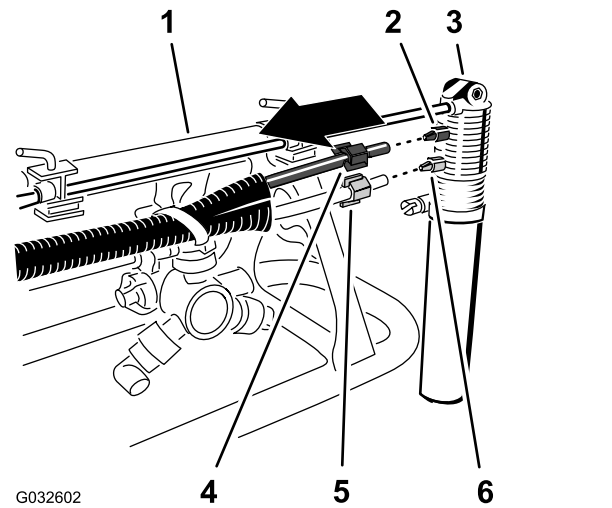

Figura 19
2. En el marcador de espuma, afloje la tuerca de compresión que sujeta el tubo azul (agua) al acoplamiento de compresión azul de la boquilla del marcador de espuma (Figura 19).
3. Afloje la tuerca de compresión que sujeta el tubo transparente (aire) al acoplamiento de compresión blanco de la boquilla del marcador de espuma (Figura 19).
5. Retire las tuercas de compresión de los extremos de los tubos (Figura 19).